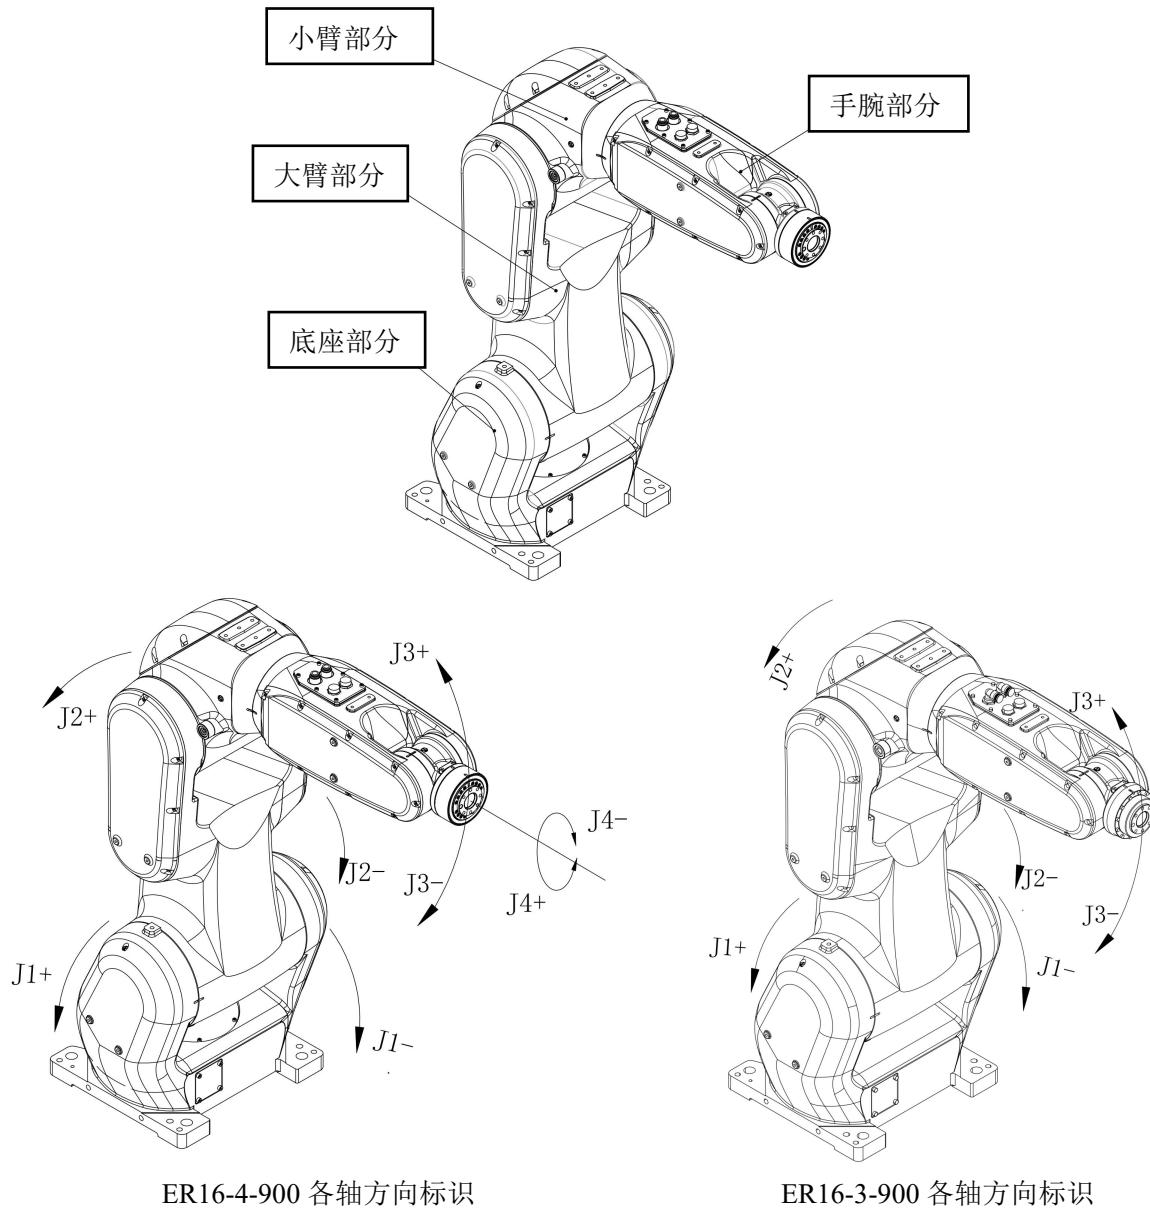

图 2-2 机器人本体铭牌
在机器人本体上可以看到该操作机铭牌，铭牌内容包含 ER16-3 (4) -900 相应的产品名称、最大负载、型号、最大臂展、制造编号，生产日期等信息。如下图 2-2 所示。